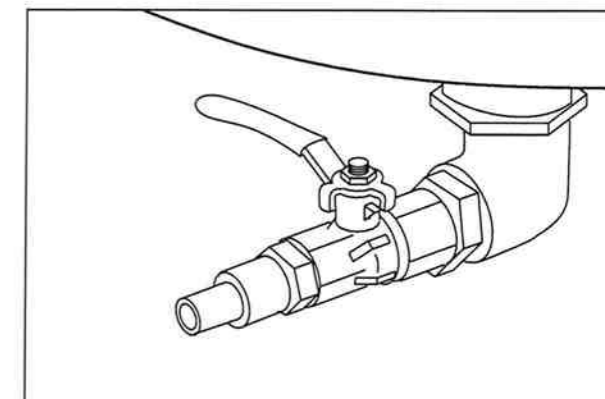

Bild 25
- Ölablass (Bild 25) für Druckbehälter vorsichtig öffnen,